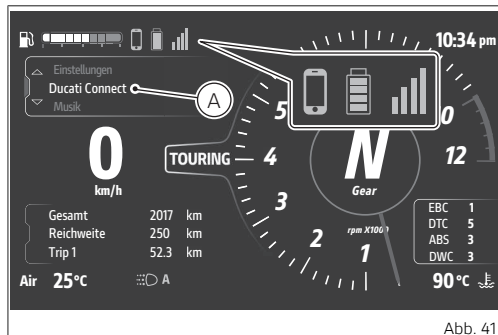

Abb. 41
- am Cockpit über den Joystick ▲ ▼ im „Interactive Menu“ die Angabe „Ducati Connect“ markieren, dann auf ENTER (A, Abb. 41 S.76) drücken.
- am Cockpit über den Joystick im „Interactive Menu“ die Angabe „Ducati Connect“ markieren, dann auf ENTER (A, Abb. 41 S.76) drücken.